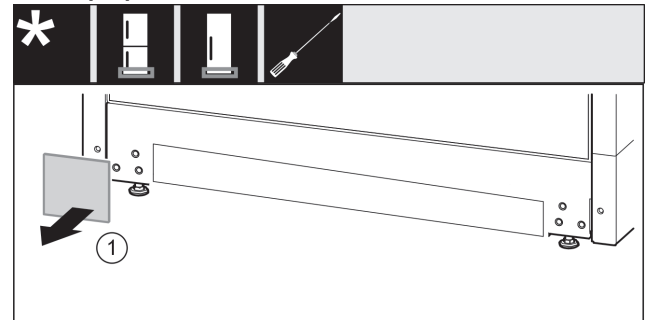

Fig. 47
- ▶ Снимите крышку Fig. 47 (1).